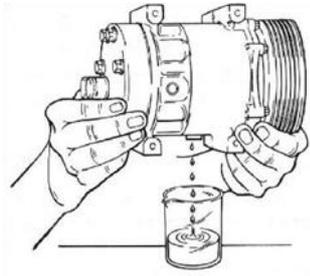
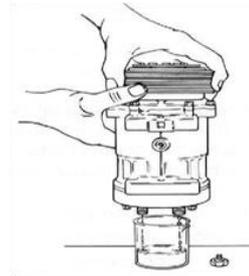

Рисунок 1
Рисунок 2
- a. Открутите масляную крышку и слейте масло (как можно больше) в специальную емкость (рис. 1), прокручивая вал по часовой стрелке только с помощью торцевого ключа (крутить гайку на валу) (рис. 2)